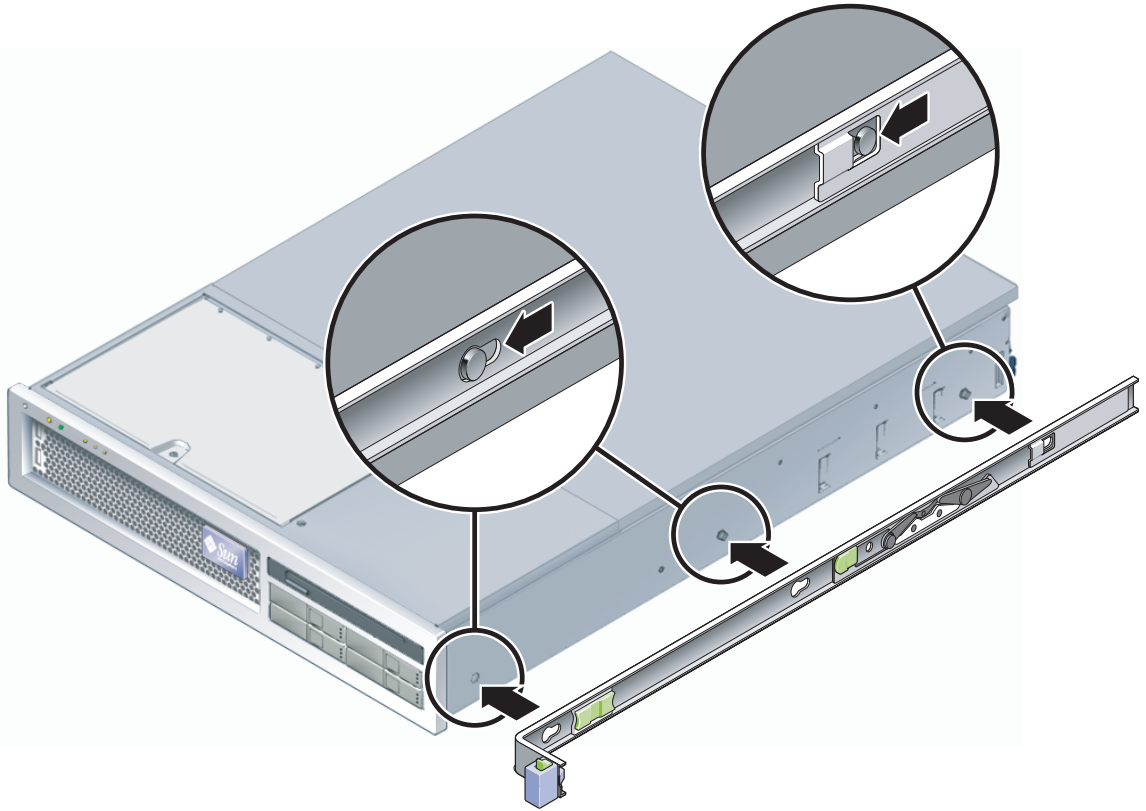

FIGURA 2-4 Collegamento di una staffa di montaggio allo chassis
- a. Posizionare la staffa di montaggio contro lo chassis del server (FIGURA 2-4) in modo che il blocco della guida si trovi sul lato anteriore e le tre aperture sagomate della staffa di montaggio siano allineate con i tre perni laterali dello chassis.
- c. Verificare che tutti e tre i perni siano inseriti nelle aperture e che il perno posteriore si sia innestato nel blocco della staffa di montaggio, come indicato nella parte destra della FIGURA 2-4.